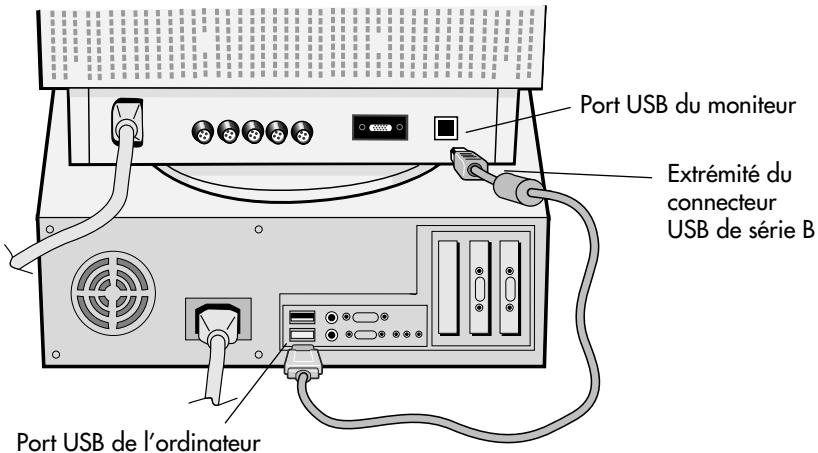

Figure 1
1. Brancher le connecteur USB de série B du câble USB fourni sur le port USB du moniteur (**Figure 1**).
2. Brancher l'autre extrémité du câble USB sur le port USB de l'ordinateur (ou au concentrateur USB connecté à l'ordinateur (**Figure 1**)).